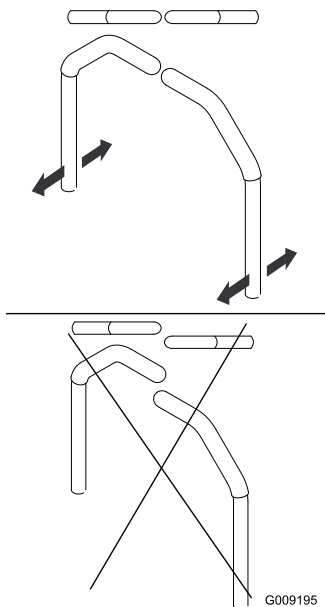

Figure 63
4. Réglez l'alignement avant/arrière des leviers en les plaçant tous deux à la position POINT MORT, puis faites-les coulisser jusqu'à ce qu'ils soient alignés, et serrez les boulons (Figure 63).